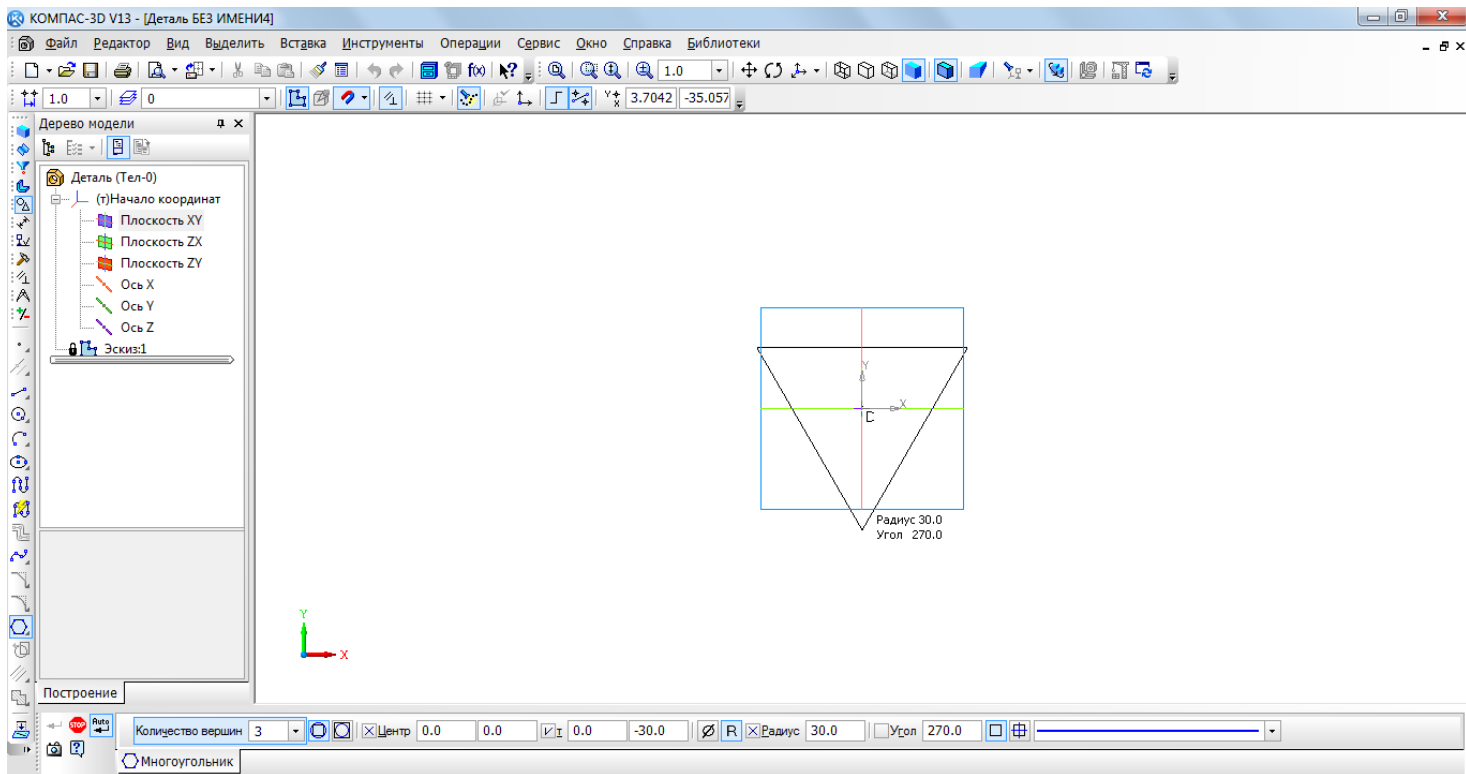

Рис. 6. Создание эскиза основания
- ортогональное черчение. Расположите треугольник, как показано на рис. 6;